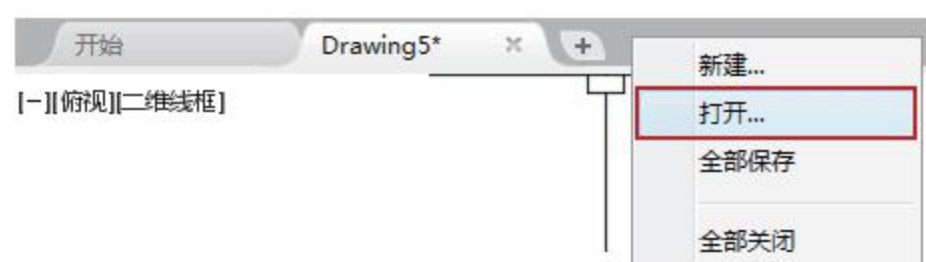

图2-137 选择命令
- 标签栏:在标签栏空白位置右击,在弹出的快捷菜单中选择【打开】命令,如图2-137所示。